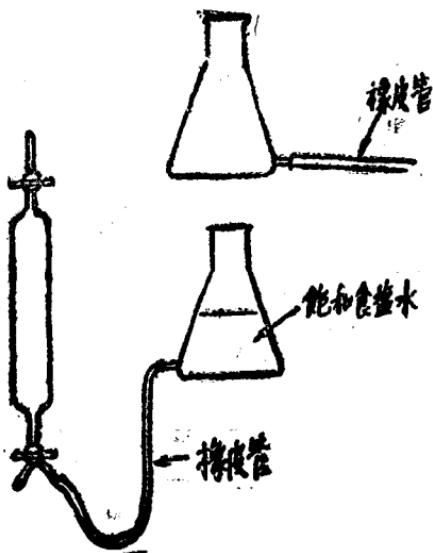

图2 水准瓶以及与取样瓶的连接法
取样手續：取样前必須检查取样瓶是否封闭严密。把取样瓶的旋塞用酒精洗干净，塗上潤滑脂或凡士林，用手輕輕的轉动几下，至旋塞透明无纹，然后用水准瓶(图2)以飽和食鹽水①充滿取样瓶(瓶中不許有气泡)，关闭取样瓶上通大气的活塞，降低水准瓶，保持五分钟，如果取样瓶的液面不下降，则表示不漏气；如果液面下降，說明取样瓶漏气，这时可把旋塞再轉动几下，重新試驗，若还是漏气，应把旋塞取下重新洗干净，再塗上潤滑脂或凡士林，插入旋塞孔，輕輕轉动几下旋塞，再接上法試漏，直至完全不漏气为止。